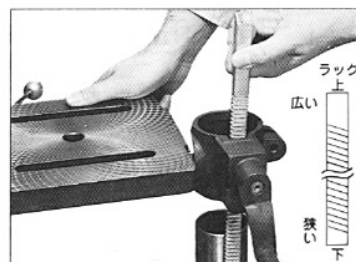

図2-3
- (3) ⑦ラックは、平らな部分の広い方が上になるように持ち、テーブルブラケット内部のギアとかみ合わせて下さい。そのままラックとテーブルブラケットを一緒に支柱にはめ込んで下さい。図2-3